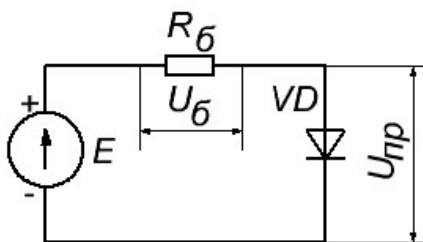

Рис. 5. Схема для снятия ВАХ диода
1.Собрать схему рис.5 для снятия прямой ветви вольтамперной характеристики полупроводникового диода.